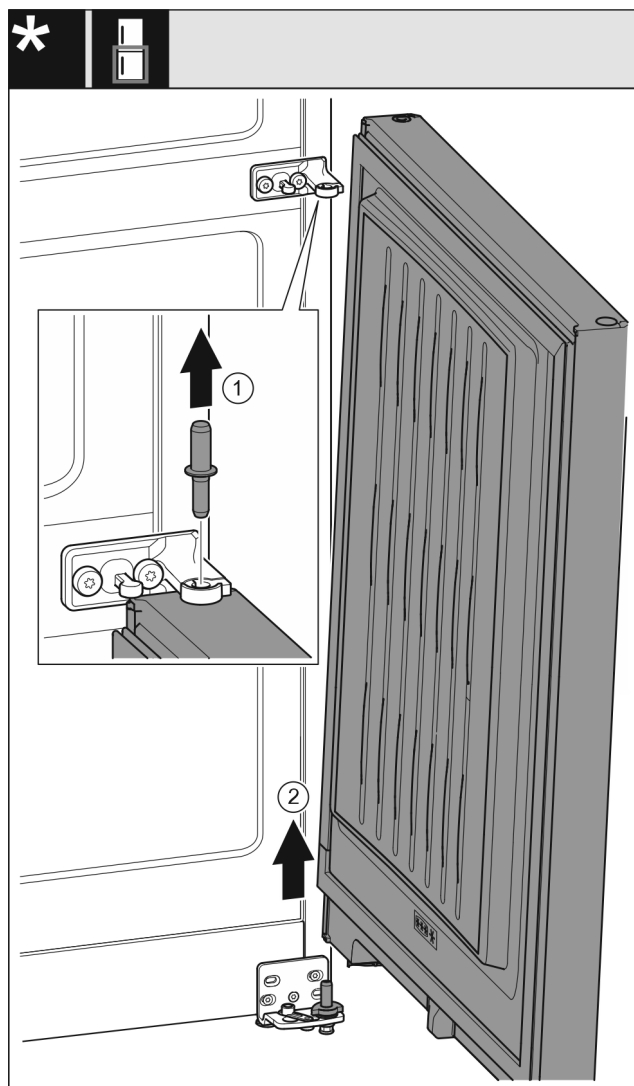

Fig. 31 Senza ammortizzatore di chiusura\*
- Estrarre il perno Fig. 31 (1) verso l'alto.\*
- Ruotare all'esterno la porta Fig. 31 (2), tirarla verso l'alto e disporla a lato.\*